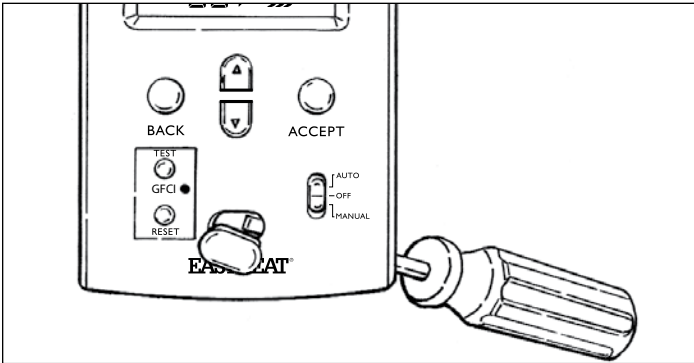

Figure 3
2. À l'aide du tournevis fourni, soulever le cache-vis en le poussant délicatement par derrière (voir la figure 3).